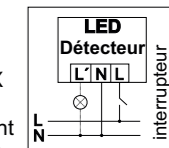

Fig. 12
3.6 Mode manuel (deux versions) (fig. 12)
3.6.1 Version 1: En installant un interrupteur supplémentaire conformément à la figure 12, le détecteur peut être commuté en mode manuel. La lumière reste allumée pour le temps de retard réglé comme dans le mode automatique après la mise sous courant. Si un mouvement est perçu pendant le temps de temporisation, le minuteur redémarre. Le réglage LUX n'est pas rélevant à ce sujet.